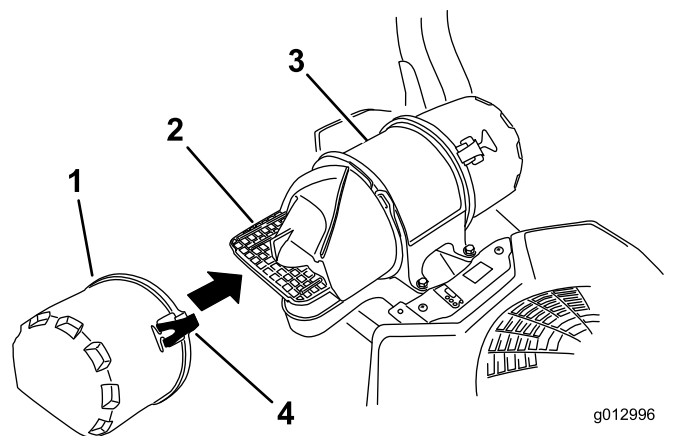

図 31
- エアクリーナのラッチを外し、ボディーからエアインレットカバーを抜き出す 図 31。
- エアインレットカバーを元通りに取り付けてラッチで固定する 図 31。
4. エアクリーナカバーを元通りに取り付けてラッチで固定する図 31。